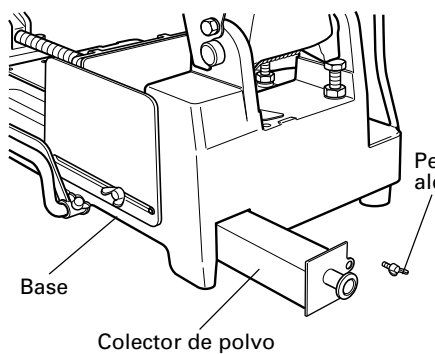

Fig. 17
8. Cómo utilizar el colector de polvo (Fig.17)